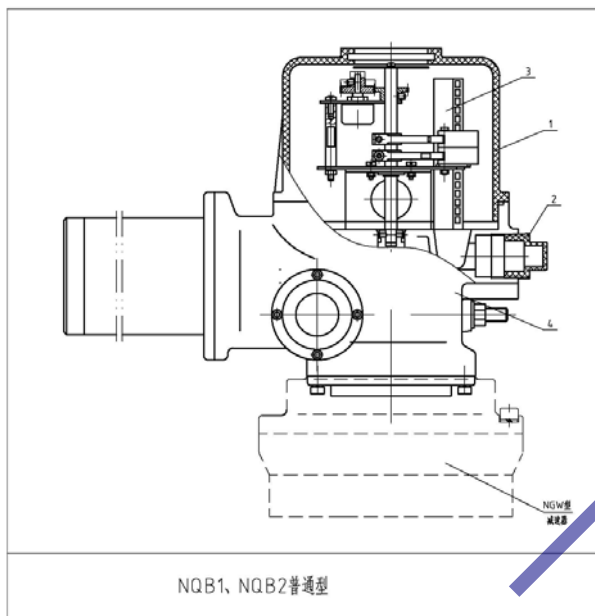

图 1
1 普通型电动装置的电气接线，参见（图1）。
参阅（图1）所示结构
5. 8 检查电缆的橡胶外套应位于“密封胶塞12”的孔内，参见（图1）所示的进线密封机构引入电缆后状态。